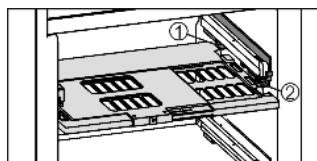

Fig. 14
- ▶ Установка пластины регулировки влажности: попреречные ребра крышки на пластине вставить через низ в задний держатель Fig. 14 (1) и защелкнуть спереди на держателе Fig. 14 (2).